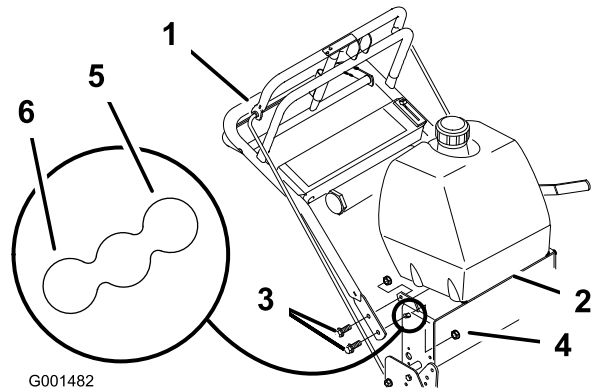

Figura 16
que sujetan el manillar con el bastidor trasero (Figura 16).
3. Quite los pernos inferiores con arandela prensada (3/8 x 1 pulgada) y las tuercas con arandela prensada que sujetan el manillar con el bastidor trasero (Figura 16).